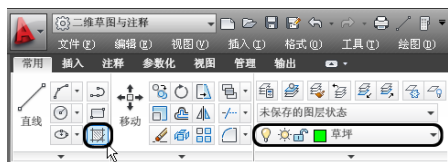

图 6.79 选择图层并单击按钮
(8) 在图层选项组中将草坪图层定义为当前图层，在绘图选项组中单击“图案填充”按钮（然后根据命令提示，输入字母“T”），如图 6.79 所示。